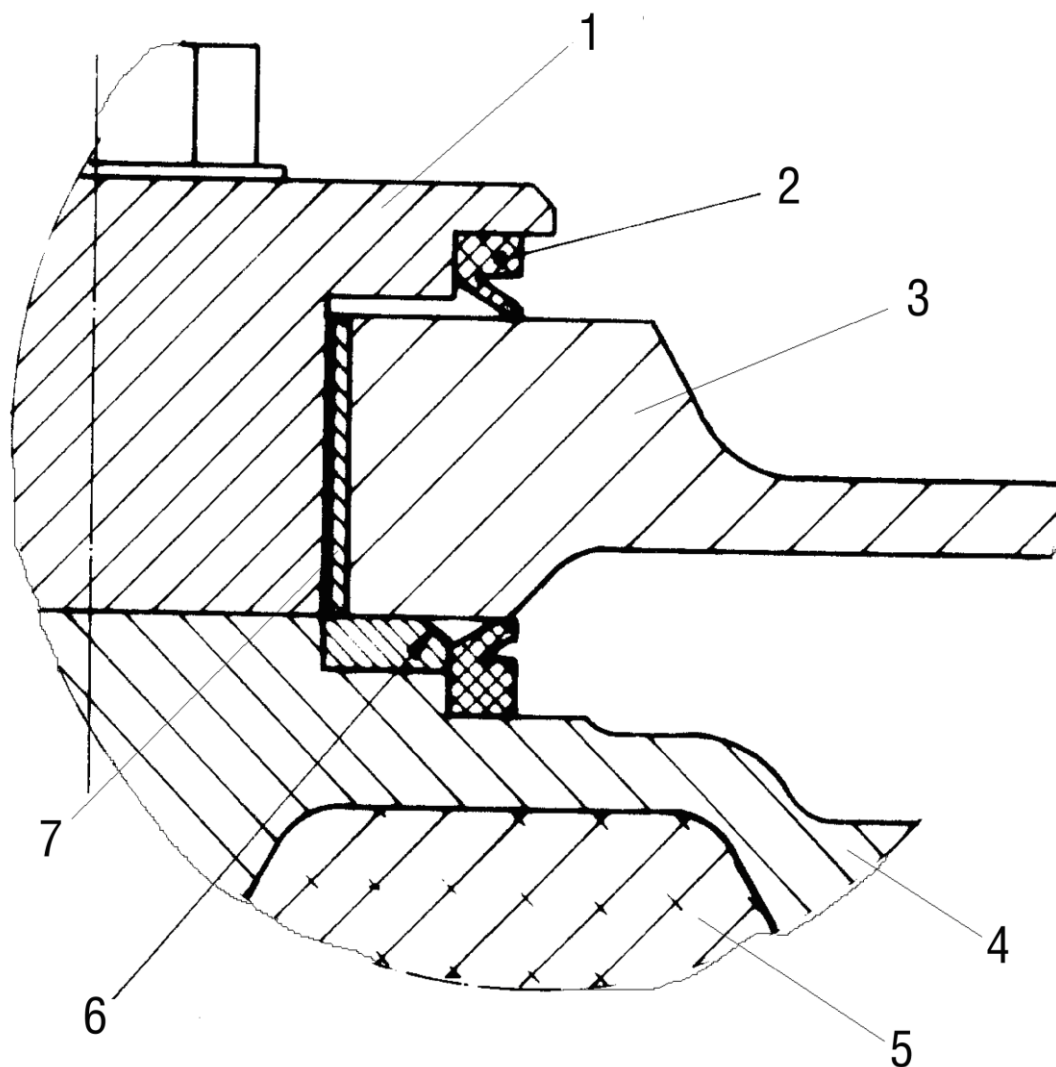

Figura D-8. Instalación correcta de las juntas y arandelas
- Para montar la unidad de resortes en el caballete de soporte, montar las arandelas de deslizamiento (15) y juntas trapezoidales (19) en los casquillos (11, 12), colocándolas sobre las superficies engrasadas en las que luego se apoyan los muñones. Asegurar que las arandelas y juntas estén en posición correcta (ver Figura D-8).